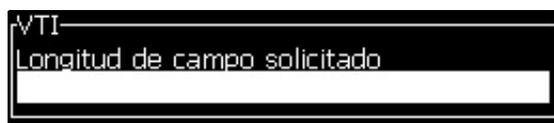

Figura 5-27: Cuadro de diálogo Longitud de campo
- 8 Pulse la tecla *Intro* para abrir la ventana *Longitud de campo solicitado* (consulte Figura 5-27).